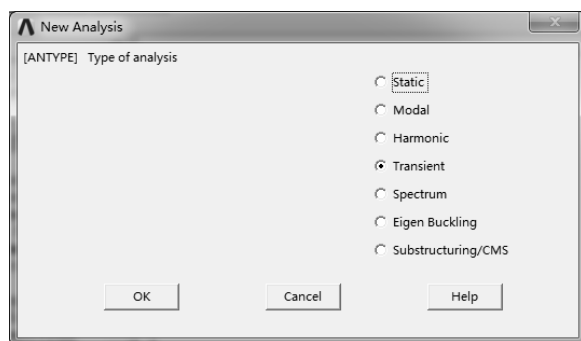

图 7-236 “New Analysis”对话框
1) 选择“Main Menu>Solution>Analysis Type>New Analysis”命令，弹出“New Analysis”对话框，选中“Transient”选项，如图 7-236 所示。单击“OK”按钮确认。